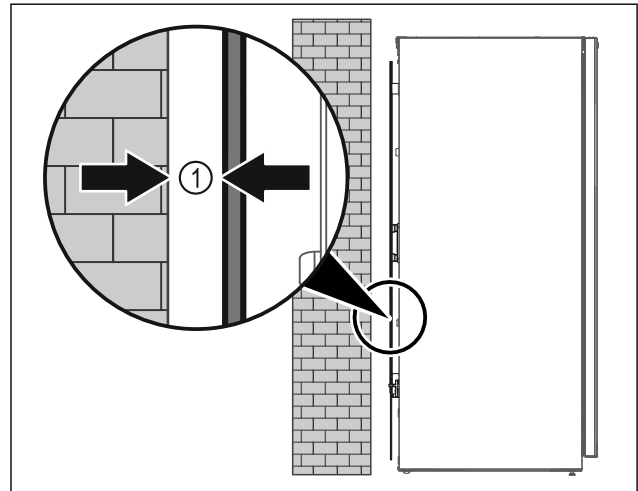

Fig. 27
- Gerät entweder frei im Raum oder direkt an einer Wand mit einem Mindestabstand von 5 mm Fig. 27 (1) aufstellen.